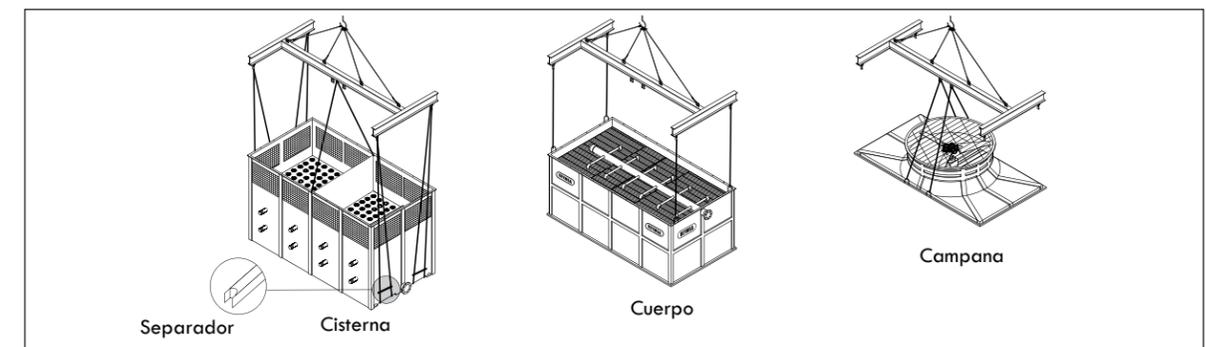

Figura A-28: Levantamiento con grúa de una torre modelo HFC-F
- B. Al asegurarse que el equipo se encuentra en condiciones apropiadas, se procede a descargarlo del transporte pieza por pieza, utilizando una grúa de la capacidad adecuada (ver Figura A-28 como ejemplo).
D. Rodee la sección inferior de la torre con las correas, pasándolas por las aberturas de la cisterna (como se muestra en la figura A-28), coloque una almohadilla entre las correas y la torre para evitar que se raspe o maltrate. Es importante que use una barra separadora para evitar que se dañe el borde superior de la torre, no debe balancear la torre al levantar hasta que se tensionen las correas.